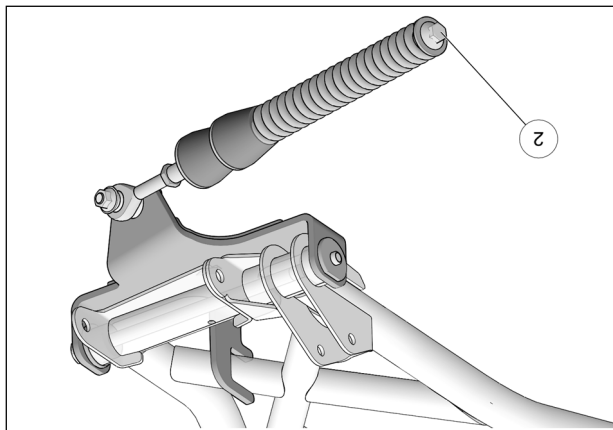

Fig. 11
12. Vérifier que le boulon du ressort (2) est serré au couple recommandé : 75 N•m [55 lb•pi]. Fig. 11